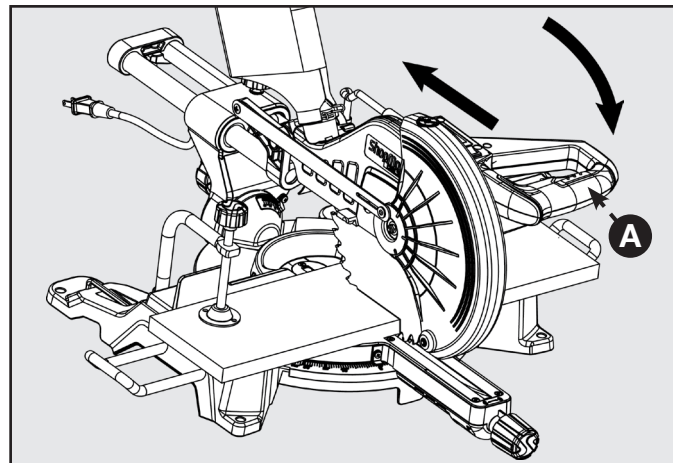

FIGURA 18
- Coloque la pieza de trabajo de forma plana en la mesa de inglete con un borde colocado de forma segura contra la guía tope. Si la placa está deformada, coloque el lado convexo contra la guía tope. Si el borde cóncavo de una placa se coloca contra la guía tope, la placa podría hundirse en la hoja al final de corte, lo que provocará un atasco de la hoja. Consulte la Figura 18.
- Solo utilice el mango de la sierra (E) para colocar las manos. NO coloque las manos sobre el alojamiento del motor.